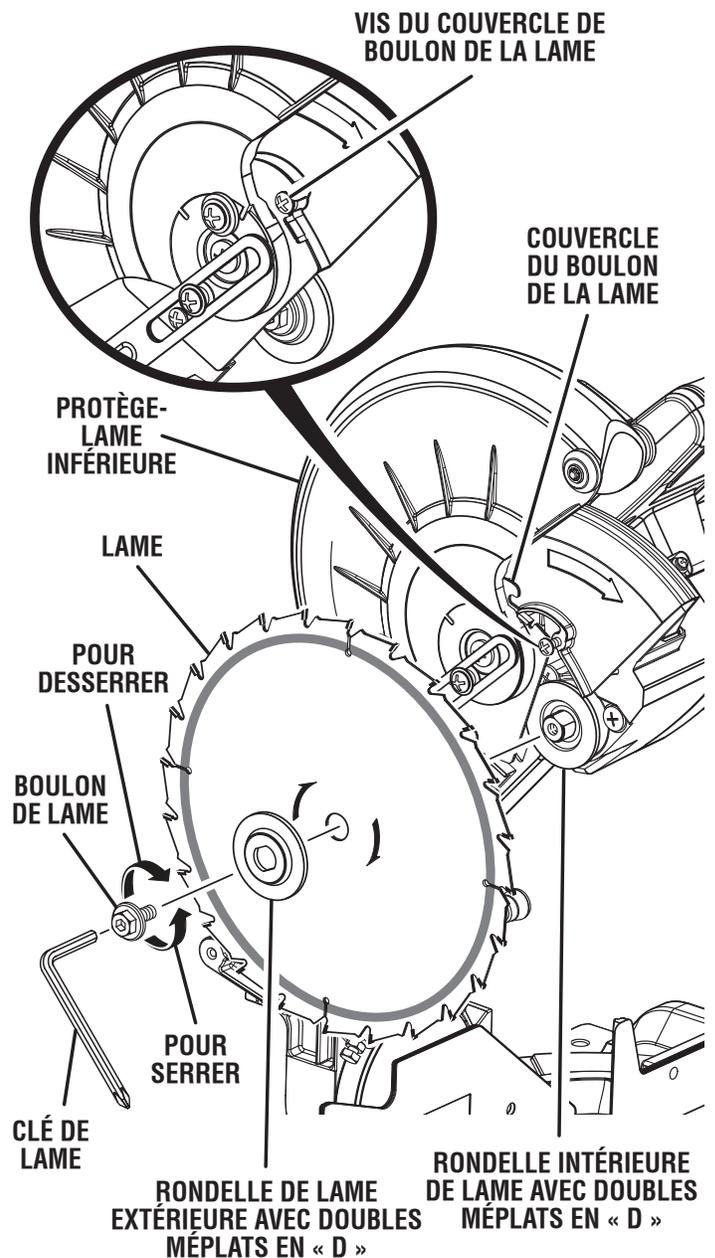

Fig. 13
Voir la figure 13.
- Montez la lame à l'intérieur du protège-lame inférieur et sur la broche; les dents de la lame se dirigeant vers le bas à l'avant de la scie, comme l'illustre la figure 13.